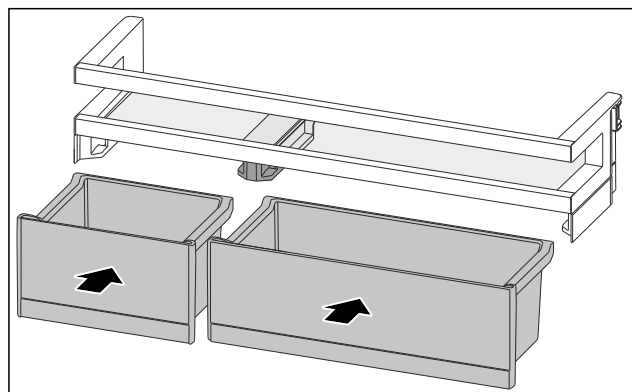

Fig. 96
- VarioBoxy vložte v opačném pořadí. (viz Fig. 96)